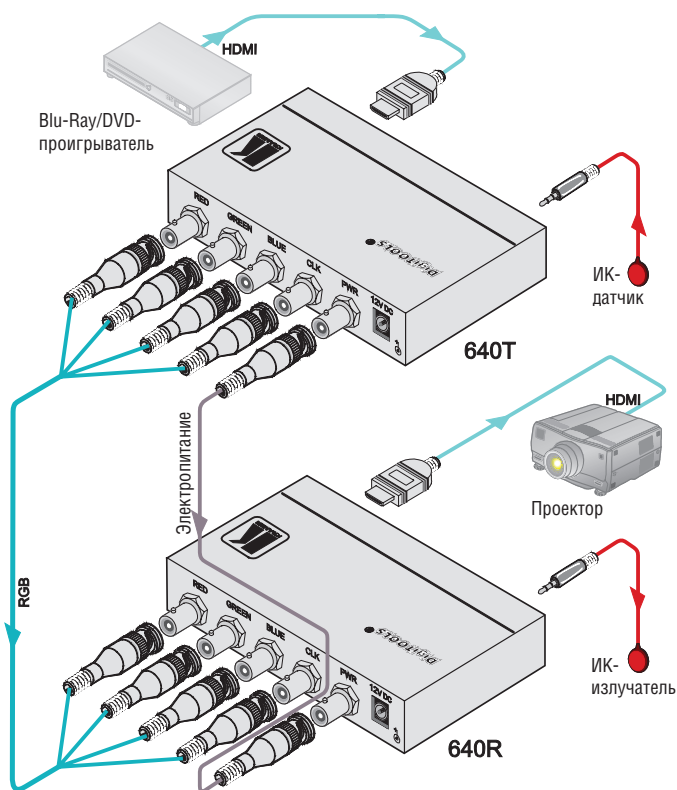

Рис. 3. Подсоединение приемо-передающей системы
Имеется возможность использования передатчика сигналов **640T** совместно с приемником сигналов **640R** для построения приемо-передающей системы HDMI и ИК по коаксиальному кабелю (см. рис. 3).
Чтобы собрать приемо-передающую систему HDMI и ИК по коаксиальному кабелю в соответствии с примером, показанным на рис. 3, действуйте в следующем порядке:
- Подсоедините блоки питания 12 В постоянного тока и к **640T**, и к **640R** (на рис. 3 не показаны). Дистанционная подача электропитания и ИК дистанционное управление при таком включении недоступны.
- Подсоедините один блок питания 12 В постоянного тока либо к **640T**, либо к **640R** (на рис. 3 не показаны). Подача электропитания и команд ИК дистанционного управления во второе устройство осуществляется через коаксиальное соединение электропитания.